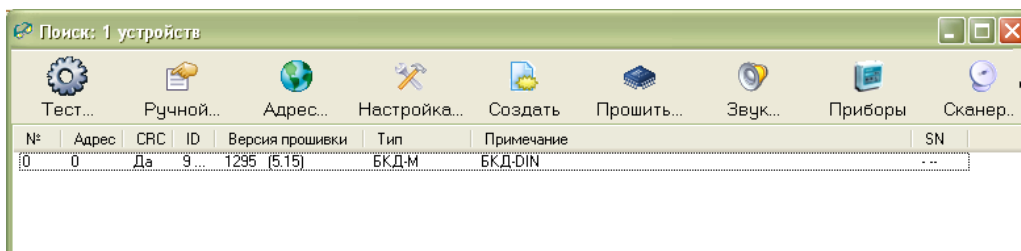

Рисунок 12 - БКД-DIN найден
Для обновления программного обеспечения следует в окне «Поиск» выбрать строку с требуемым БКД-DIN, нажать на кнопку «Прошить...» (рисунок 12).
- 3) Выполнить поиск в сервисной программе RASOS (рисунок 12).
- 3) Выполнить поиск блоков в сервисной программе RASOS (рисунок 12).